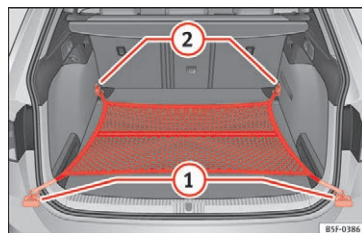

Fig. 177 I bagagerummet: bagagenet, der er hængt fladt fast (modellen LEON ST)
- Løft om nødvendigt de forreste fastgørelsesøjer » **Fig. 177** (2).
- Sæt kroge fast i fastgørelsesøjerne (2) » ⚠. Bagagenettets lynlås skal vende opad.
- Hægt kroge fast i fastgørelsesøjerne (1). »